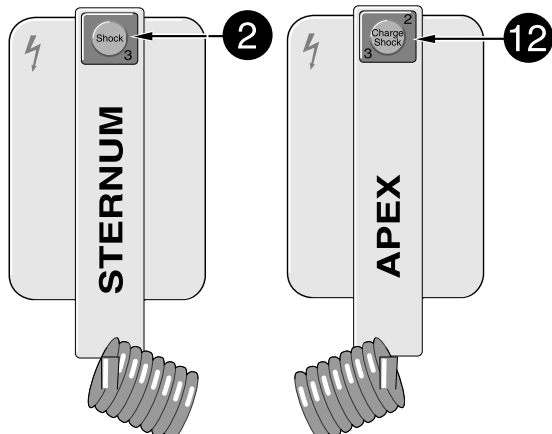

Bild 5-3. Tasten zum Auslösen des Energiespeichervorgangs und zum Auslösen des Defibrillationsimpulses
- * Starten Sie mit der Taste (12) (Bild 5-3) den Energiespeichervorgang und achten Sie darauf, daß die roten Kontrolllampen (7) nacheinander aufleuchten bis zur eingestellten Energiemenge.